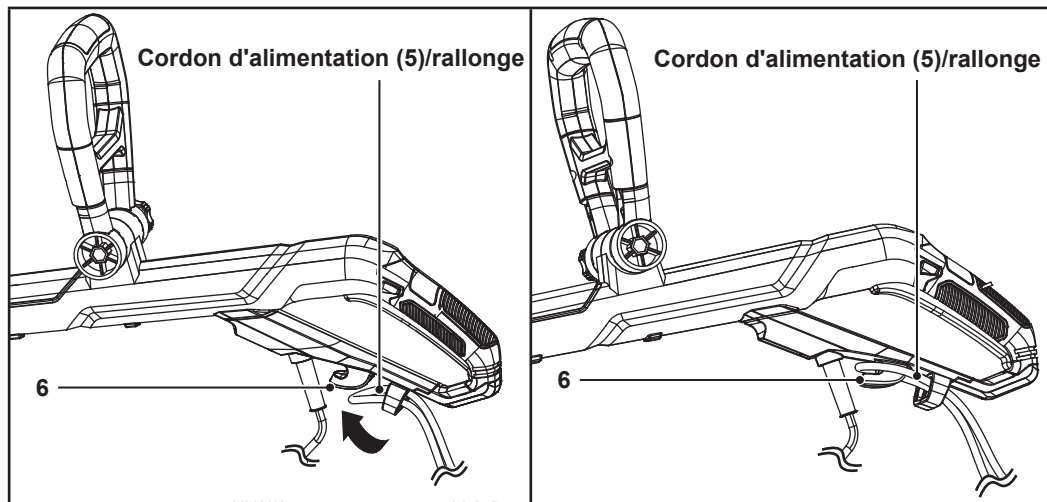

Fig. 8
**Pour le Royaume-Uni uniquement :** Accrocher le cordon d'alimentation (5) sur le support de câble (6) au lieu de la rallonge. Suspending le cordon d'alimentation comme décrit dans les étapes suivantes.
1. Former une boucle à partir de l'extrémité de la rallonge. Faire passer la boucle à travers l'ouverture du support de câble (6) (Fig. 8).
2. Accrocher la rallonge sur le crochet du support de câble (6) (Fig. 8). Laisser la rallonge pendre librement sur au moins 60 cm.
3. Brancher la fiche secteur (5) sur la rallonge.